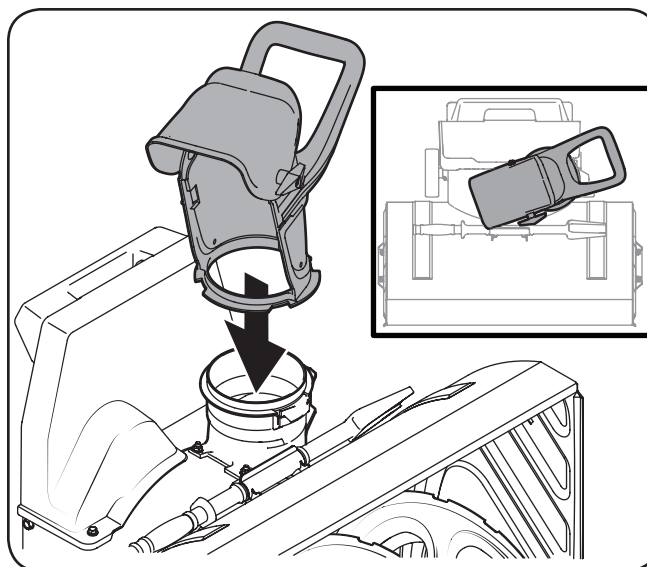

Figura 3-2
2. Coloque el canal de descarga, que se embala suelto en la caja, en el accesorio quitanieve, como se indica en la Figura 3-2.